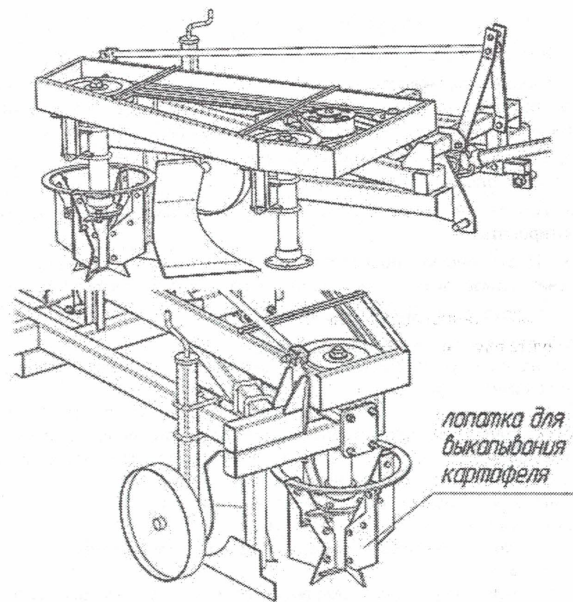

Рис. 6.1. Подготовка плуга к выкапыванию картофеля.
6.1 Подготовка плуга для выкапывания картофеля (рис.6.1):